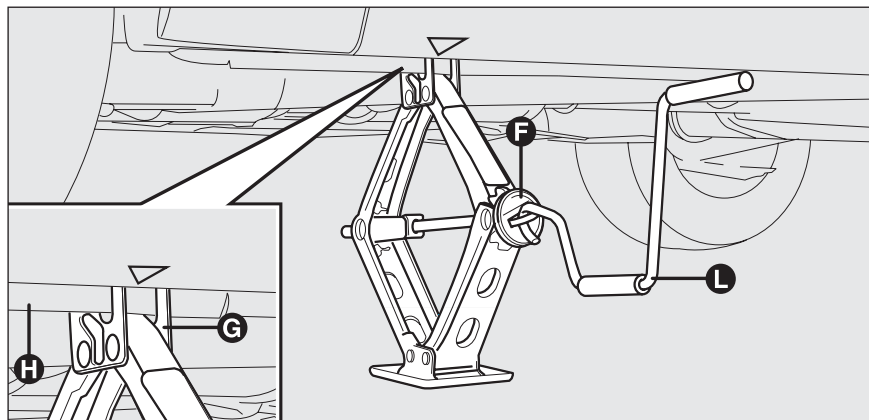

fig. 4
- azionare il dispositivo **F-fig. 4** in modo da distendere il cric, sin quando la parte superiore del cric **G-fig. 4** si inserisce correttamente all'interno del dispositivo di ritenuta **H-fig. 4**;
- inserire la manovella **L-fig. 4** per permettere l'azionamento del cric e sollevare la vettura, sino a quando la ruota si alza da terra di alcuni centimetri;
- azionare la manovella **L-fig. 4** del cric in modo da abbassare la vettura ed estrarre il cric;